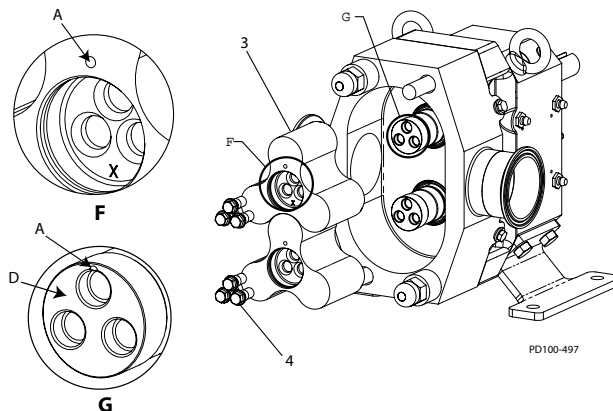

Figura 56 - Instalación de los rotores
2. La cara del eje no debe tener bordes elevados ni rebabas (vea la Figura 56, detalle G, elemento D).
3. **Reuso de los rotores:** Aplique un lubricante compatible a los anillos O e instale el rotor con la marca en el eje de mando y el rotor sin la marca en el eje corto; al posicionar los rotores, observe la marca de alineación en los ejes. (Vea el elemento A en la Figura 56, detalles F y G).
Instalación de rotores nuevos: Aplique un lubricante compatible a los anillos O y fije los rotores a los ejes; al posicionar los rotores, observe la marca de referencia de alineación en los ejes. (Vea el elemento A en la Figura 56, detalles F y G.) Marque una "X" de unos 3 mm de altura en la cara del avellanamiento del lado contrario a la marca de referencia de alineación. Vea la Figura 56, detalle F; vea también la Figura 31 en la página 26 para una vista ampliada.
4. Fije un prisionero roscado (Figura 56, renglón 4) en el agujero más cercano a la marca de referencia, en cada uno de los rotores.